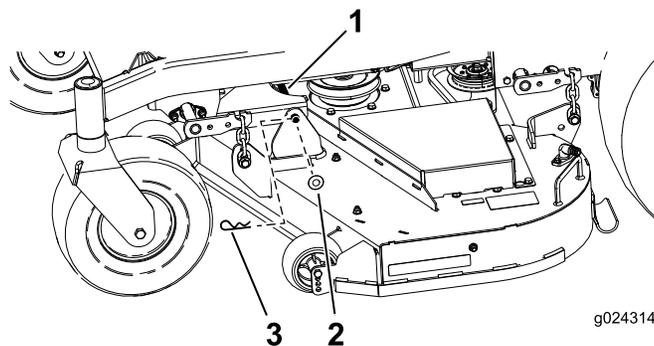

Figura 75
- Retire la chaveta y la arandela que sujetan el pasador de enganche largo al bastidor y a la carcasa; retire el pasador de enganche (Figura 75).
9. Sujete el perno de enganche con las chavetas y las arandelas que retiró anteriormente (Figura 75).